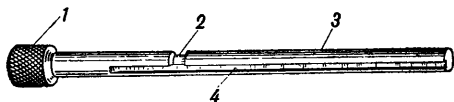

Рис. 6. Шомпол:
**9. Шомпол** (рис. 6) служит для выталкивания стреляных гильз. Он имеет **головку** с насечкой; **стебель** с продольным и поперечным пазами для зуба пружины.